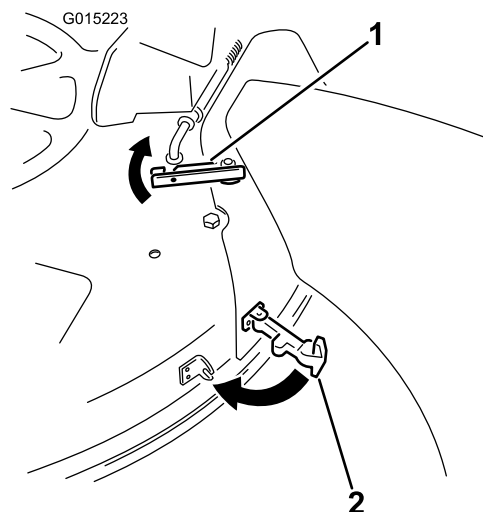

Figure 22
7. En haut de la goulotte, accrochez le verrou supérieur à la tige de pivot de l'ensemble déflecteur, comme montré à la Figure 22.
8. Fixez la goulotte au plateau de coupe en accrochant le loquet à poignée flexible à la gâche soudée sur le plateau de coupe (Figure 22).